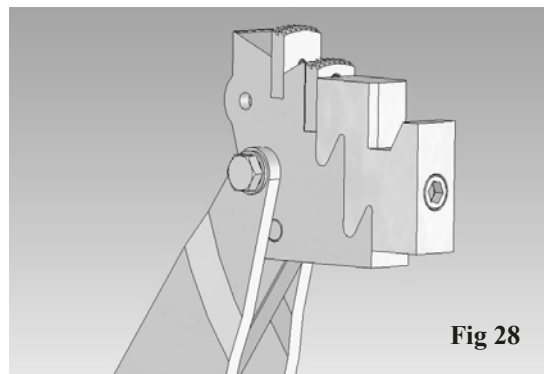

Fig 28
Til hjul med en diameter mindre end 800 mm eller større end 1500 mm skal stiften indsættes i det andet hul (se nr. 11 i Fig. 24). Til aluminiumsfælge kan der monteres 4 nylonbeskyttelseskæber på spændeklørerne (se Fig. 28).
**Nylonbeskyttelsedækslet skal monteres ved arbejde med aluminiumsfælge (Fig. 28).**